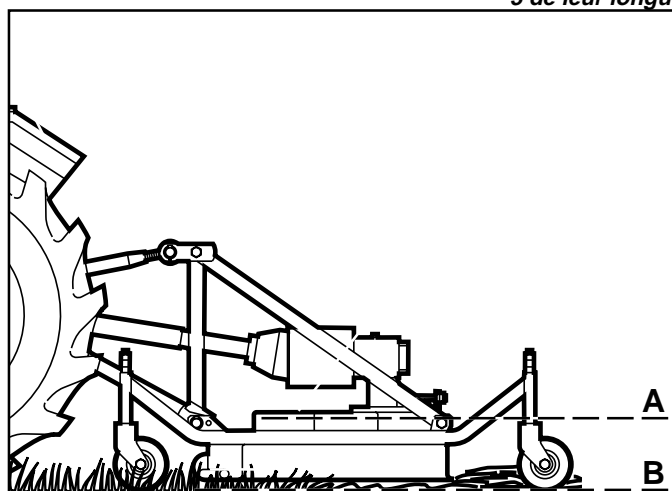

Fig. 7
- Collegare il terzo punto superiore con l'apposito tirante ed effettuare una corretta regolazione - perfettamente allineato con il terreno tramite la leva verificando che il piano della macchina (A Fig. 7) risulti parallelo al piano terra (B Fig. 7). Ciò è molto importante allo scopo di ottenere il parallelismo tra l'asse del tosaerba e quello della presa di forza del trattore. Operare in queste condizioni significa limitare le sollecitazioni sulla presa di forza e prolungare la durata sia dell'albero cardanico che della macchina.
Check that the platform of the machine (A Fig. 7) is perfectly parallel to the ground (B Fig. 7). This is a very important adjustment carried out in order to obtain parallelism between the axis of the grass mower and that of the tractor PTO. Work in these conditions limits the stress to which the power take off is subjected and lengthens the life of both the driveline and the machine.
- Den Oberlenker mit der Zugstange verbinden und eine korrekte Einstellung vollkommen parallel zum Gelände mit dem Hebel vornehmen, wobei zu prüfen ist, daß die Ebene der Maschine (A Abb. 7) ganz parallel zur Ebene des Geländes (B Abb. 7) steht. Das ist sehr wichtig, um eine Parallelität zwischen der Achse des Sichelmähers und der Achse der Zapfwelle des Traktors zu erhalten. Wenn man unter diesen Voraussetzungen arbeitet, ist man sicher, die Belastungen der Zapfwelle zu minimieren und die Haltbarkeit der Gelenkwelle und der Maschine zu verlängern.
- *Atteler le troisième point supérieur avec le triant prévu et effectuer un réglage correct - parfaitement aligné avec le sol au moyen du levier en vérifiant que le plan de la machine (A Fig. 7) est parallèle au plan du sol (B Fig. 7).*
- Conectar el tercer punto superior con el correspondiente tirante y efectuar una correcta regulación, perfectamente alineado con el terreno mediante la palanca controlando que el plano de la máquina (A Fig. 7) resulte paralelo al plano tierra (B Fig. 7). Esto es muy importante para obtener el paralelismo entre el eje de la segadora de césped y el de la toma de fuerza del tractor. Operar en estas condiciones significa limitar los esfuerzos sobre la toma de fuerza y aumentar la durabilidad del eje cardán y de la máquina.